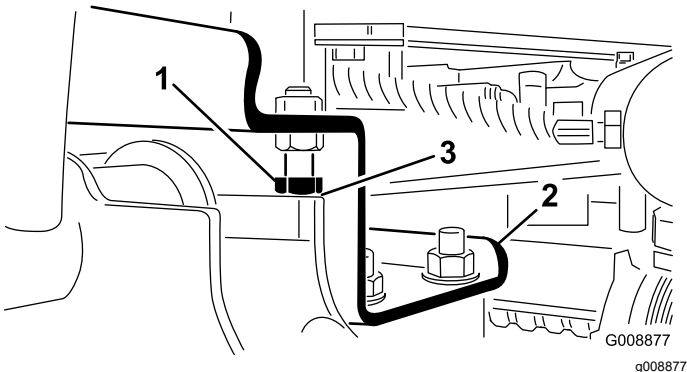

Figure 12
- A. Desserrez les boulons d'arrêt (Figure 12).
2. Vérifiez que l'écartement entre chaque bras de relevage et le boulon d'arrêt est de 0,13 à 1,02 mm (Figure 12). Si ce n'est pas le cas, réglez les boulons d'arrêt de manière à obtenir l'écartement voulu.